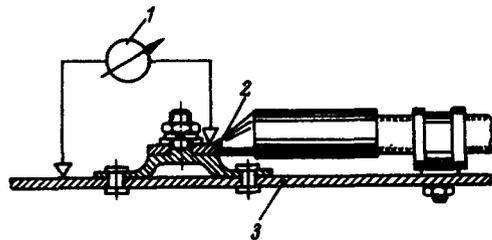

Рис. 54. К проверке переходного сопротивления минусовой клеммы:
3. Замер переходного сопротивления производить высокочувствительным микроомметром типа М-246 или другим прибором, обеспечивающим необходимую точность замера. Измерительный прибор подключается к закрепленному наконечнику и корпусу вертолета (рис. 54).